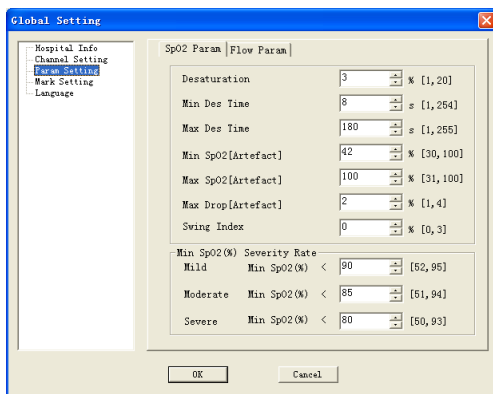

Figura 5.27
- 3) “Ajustes parám” incluye dos interfaces de ajuste: “Parám. SpO2 Param” y “Parám. Flujo”, es posible configurar el valor del parámetro correspondiente en cada interfaz, como se muestra en la Figura 5.27.